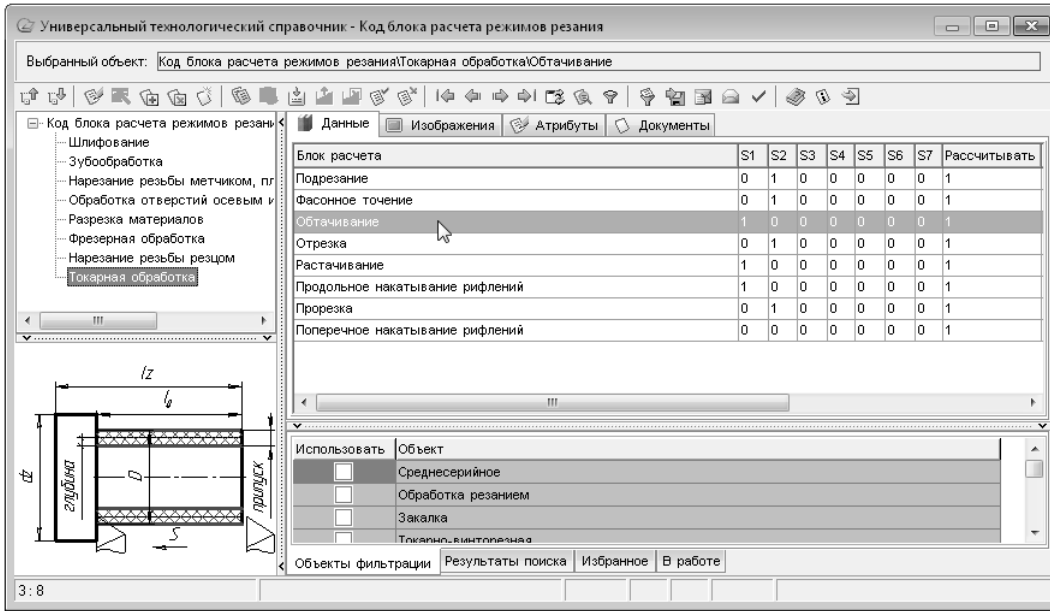

Рис. 6.1.
1. Выберите из предложенного списка последовательно *Токарная обработка* — *Обтачивание* и нажмите кнопку **Применить** (рис. 6.1).